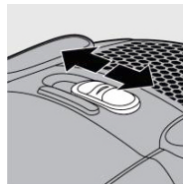

Рис. 13
- Електронного регулятора сили всмоктування на пілососі (рис. 13).